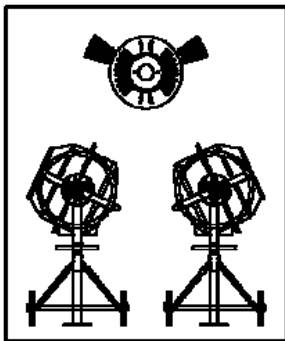

Abb.12
- Positionieren Sie die Achse der Trommel für das Beladen mit Mörtel, wie in Abb.12 dargestellt.